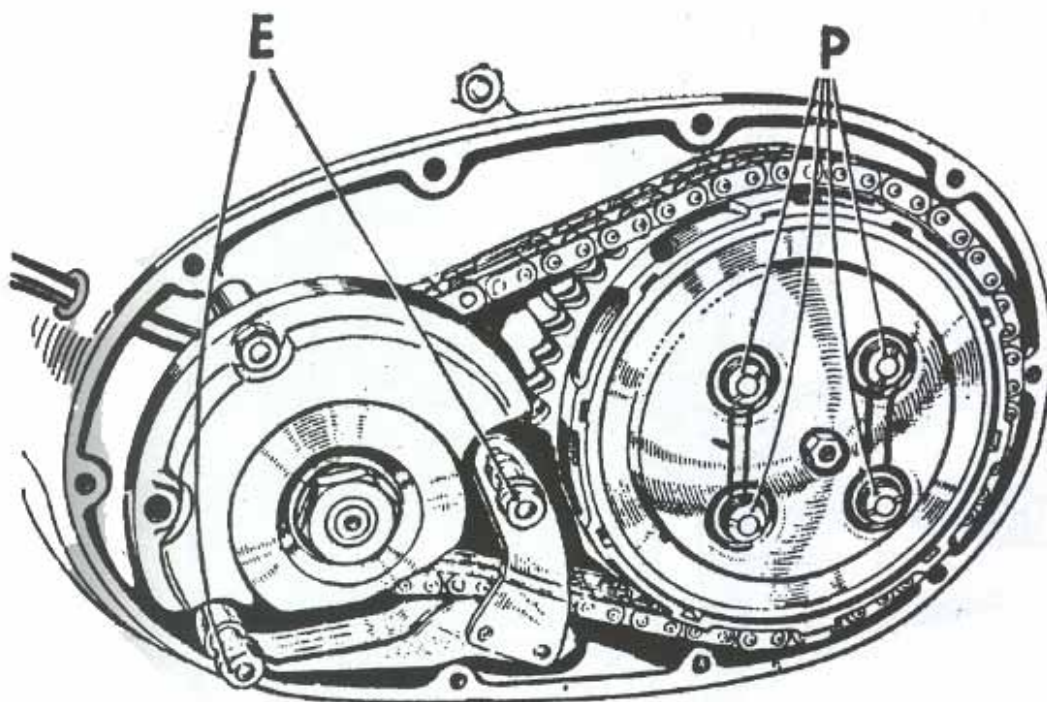

Fig. 18. Trasmissione e frizione (Modello B).
Per regolare la catena, togliere il coperchio, allentare i due dadi sottostanti (E) che fissano la dinamo, Fig. 18, indi regolare il pattino per conseguire la prescritta tensione.